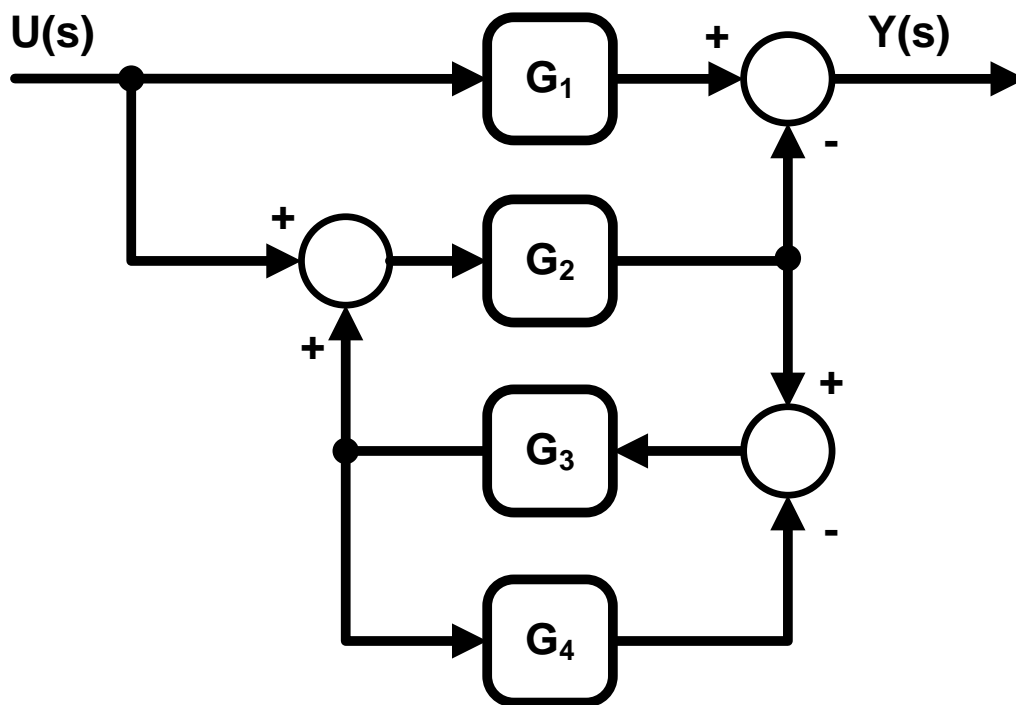

Figura 13: Diagrama de blocos.
4. Reduza o diagrama de blocos da Figura 13 utilizando